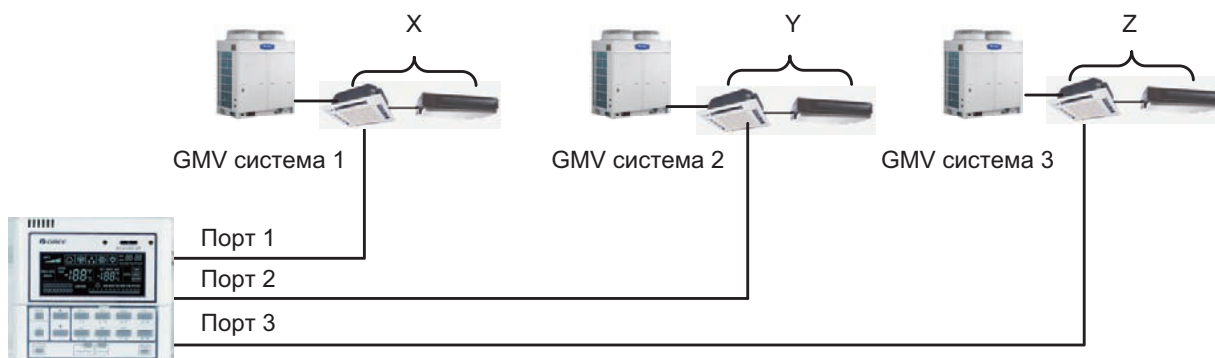

Рис. 7.23
7.5.10 Схема подключения зонального пульта пульт SE50-24/Е (Рис. 7.23).